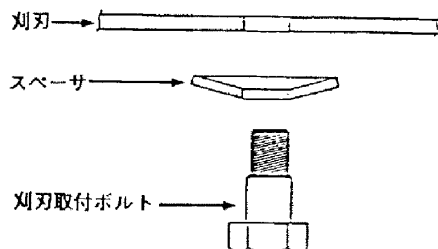

図 45 刈刃の取付け
- (6) 刈刃を取付けるときは図45の順番で取付け、スペーサのマーク(ポンチ穴)は刈刃の反対側にくるようにしてください。